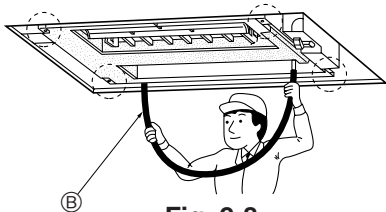

Fig. 2-8
4. Controleer of de vier hoeken allen waterpas zijn ten opzichte van elkaar. Gebruik hiervoor een waterpas of een doorzichtige plastic (tuin)slang met water erin. (Fig. 2-8)